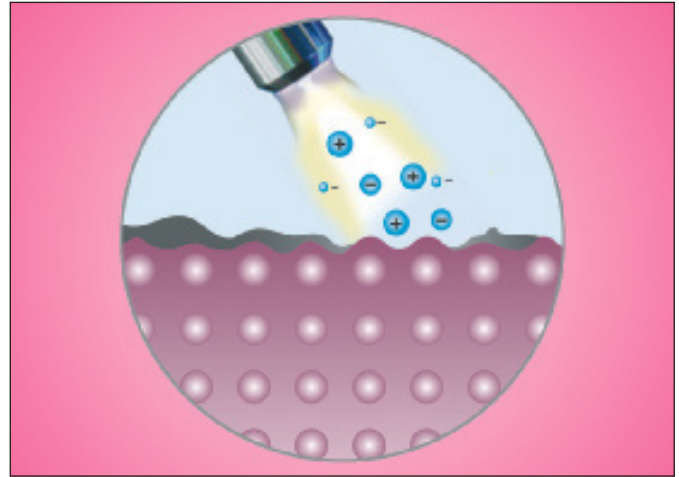

Abb. 3: Der Plasmastrahl trifft mit nahezu Schallgeschwindigkeit auf die Oberfläche und bewirkt deren mikrofeine Reinigung.
- **Reinigung:** Das mit nahezu Schallgeschwindigkeit auf die Oberfläche strömende Plasma bewirkt die mikrofeine Reinigung von Metallen, Kunststoffen, Keramik und Glas (Abbildung 3).